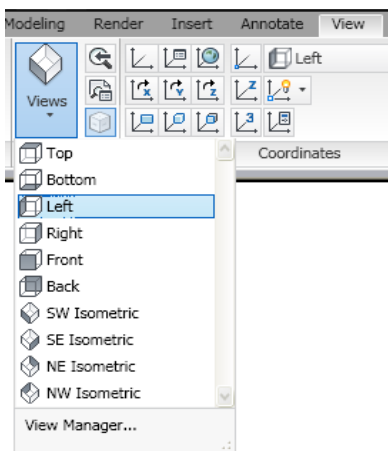

Рис. 11.10
9. З падаючого меню TOOLS ► NAMED UCS... ► ORTHOGRAPHIC UCSs вибираємо ПСК Left. На рис. 11.10 і 11.11 показано, як установити вказану вище ПСК за допомогою стрічки.